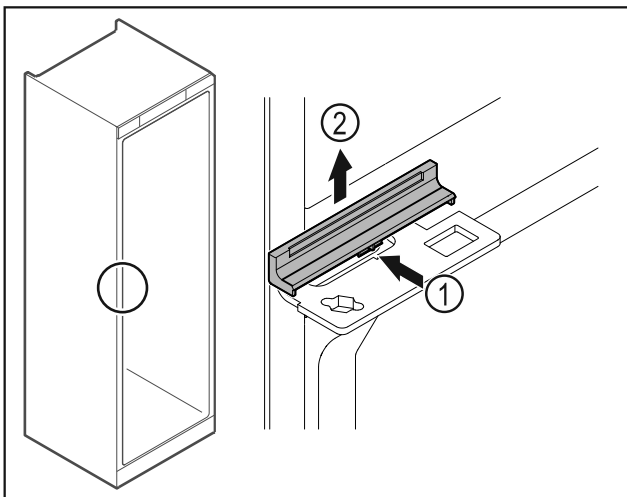

Fig. 42
- Appuyer légèrement sur le centre du cache Fig. 42 (1) et le retirer par le haut Fig. 42 (2).